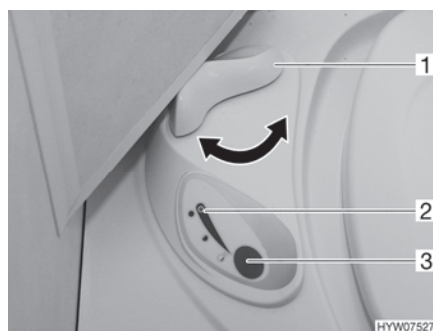

Fig. 209 Unité de commande toilettes Thetford
- Avant d'actionner la chasse d'eau, ouvrir le curseur des toilettes Thetford. Tourner pour cela le levier du curseur (Fig. 209,1) dans le sens inverse des aiguilles d'une montre.
- Pour actionner la chasse d'eau, appuyer sur le bouton bleu (Fig. 209,3).
- Après avoir actionné la chasse d'eau, fermer le curseur. Tourner le levier du curseur (Fig. 209,1) dans le sens des aiguilles d'une montre.
Le voyant de contrôle (Fig. 209,2) s'allume lorsque la cassette Thetford doit être vidée.